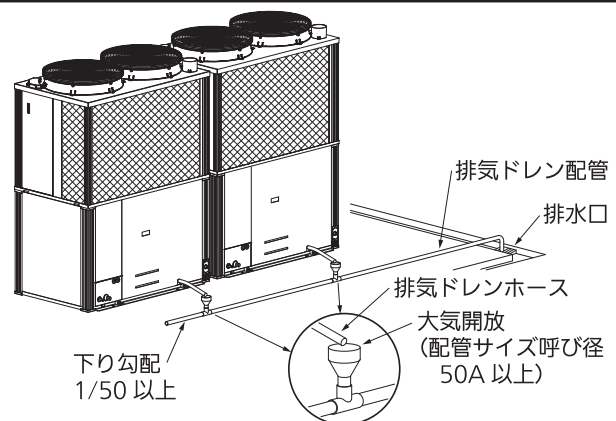

図 13：排気ドレンを排水口に接続する場合
- 室外ユニットを屋上に設置する場合、図 13 のように排気ドレンは排気ドレン配管を延長して、排水口に排出してください。